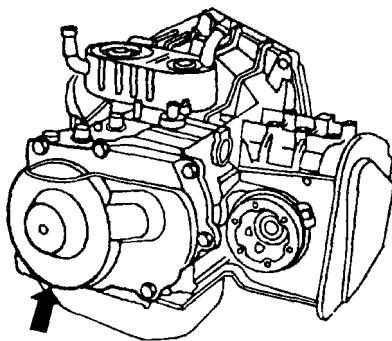
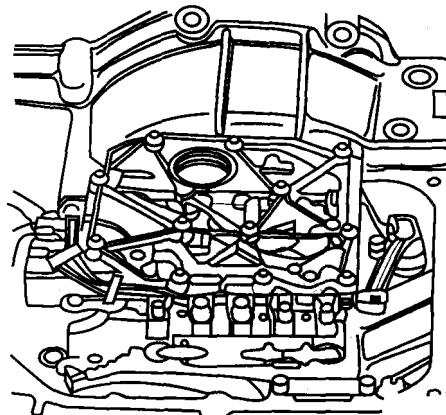

图 5-13 拆下变速器壳体上的端盖
图 5-14 拆下带传输线的滑阀箱
- (5) 拆下变速器壳体上带密封垫的端盖,如图5-13箭头所示。
- (6) 拆下油底壳,拆下ATF滤网。
- (7) 拆下带传输线的滑阀箱,如图5-14所示。